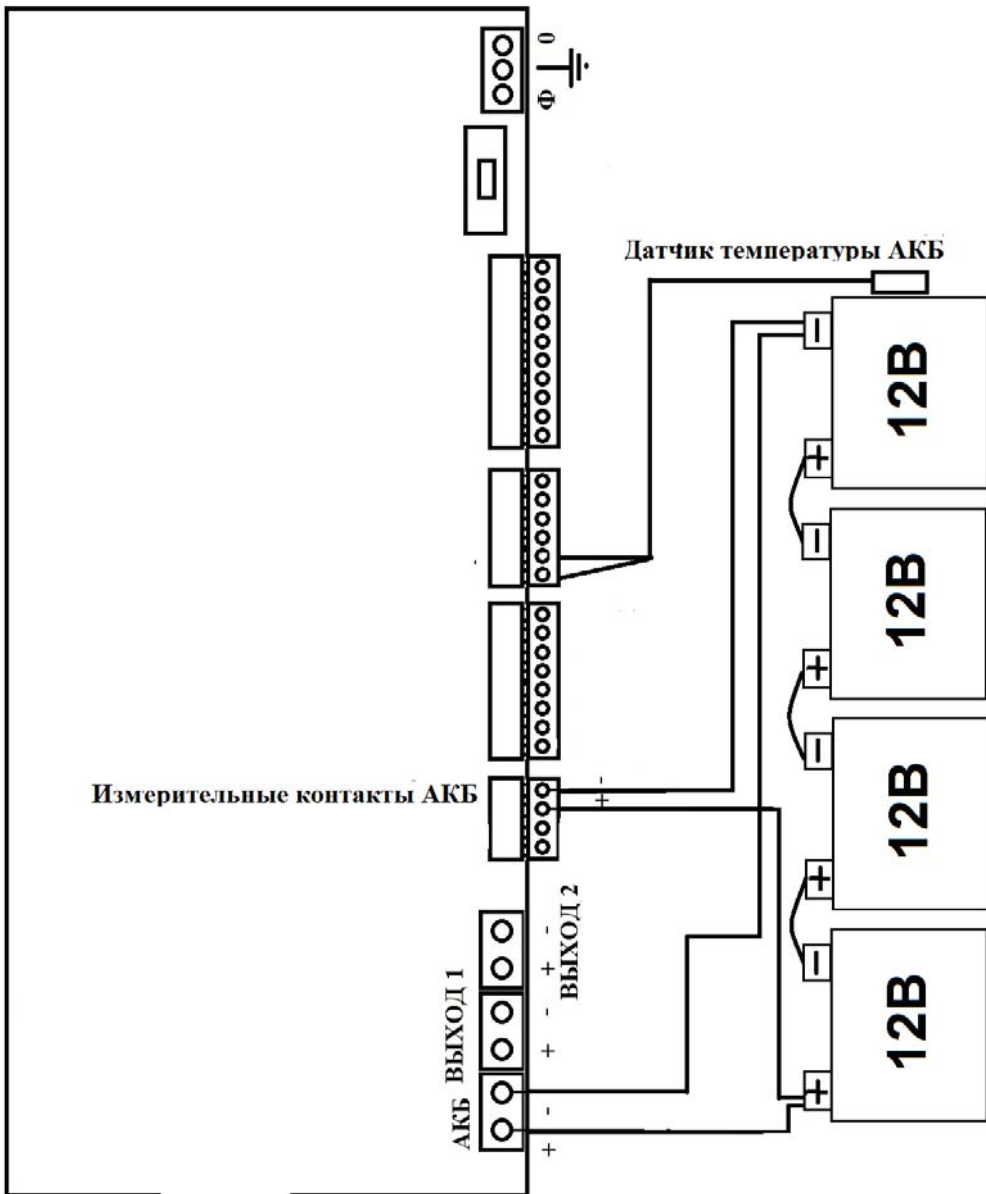

Рисунок 5 – Подключение АКБ в батарею
- ◆ Подключить, **соблюдая полярность**, внешнюю АКБ состоящую из 4-х батарей соединённых последовательно к источнику (см. рисунок 5):